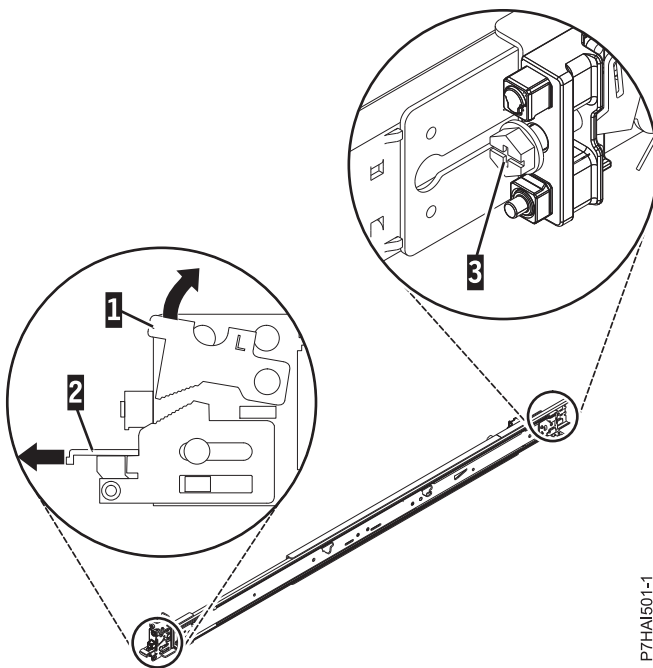

図 2. 前部ラッチを開いて後部のねじを取り外す
2. 前面のロッキング・タブ **(1)** を押し上げて、レールの前部にある前面ラッチ **(2)** を引き出します。次に、レール **(3)** の後部からねじを取り外します。詳しくは、図 2 を参照してください。